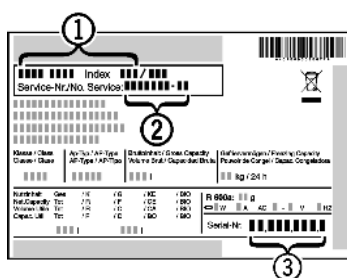

Fig. 3
- ▶ Наименование устройства Fig. 3 (1), сервисный № Fig. 3 (2) и серийный № Fig. 3 (3) считайте с заводской таблички. Заводская табличка находится внутри устройства слева.
- ▶ Обратитесь в сервисную службу и сообщите вид неисправности, наименование устройства Fig. 3 (1), сервисный № Fig. 3 (2) и серийный № Fig. 3 (3).